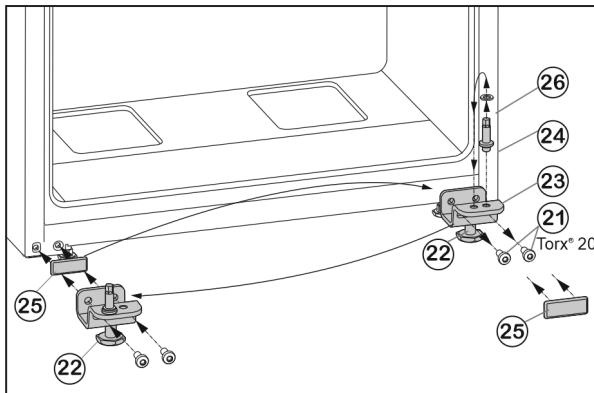

Fig. 7
- ▶ Развийте закрепващите винтове Fig. 7 (21).
- ▶ Свалете долната лагерна опора Fig. 7 (23) заедно с лагерния болт Fig. 7 (24), шайбата Fig. 7 (26) и крака Fig. 7 (22).
- ▶ Развийте лагерния болт Fig. 7 (24) заедно с шайбата Fig. 7 (26), поставете го в срещуположния отвор за лагерната опора и го завийте отново.
- ▶ Внимателно свалете покриваща плоча Fig. 7 (25) и я преместете на срещуположната страна.
- ▶ Отново завийте долната лагерна опора Fig. 7 (23) заедно с лагерния болт Fig. 7 (24), шайбата Fig. 7 (26) и крака Fig. 7 (22) върху новата страна на пантите, евент. с помощта на акумулаторна отвертка (**с 4 Nm**).
- ▶ Поставете долната врата отгоре върху лагерния болт Fig. 7 (24).
- ▶ Развийте крака Fig. 7 (22) на лагерната опора долу Fig. 7 (23), докато опре върху пода.